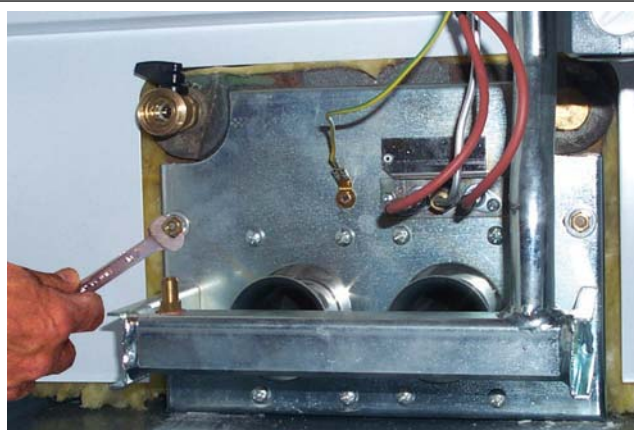

fig. 9
5. Развинтите две гайки крепления дверцы камеры сгорания к чугунным элементам корпуса котла (рис. 9)